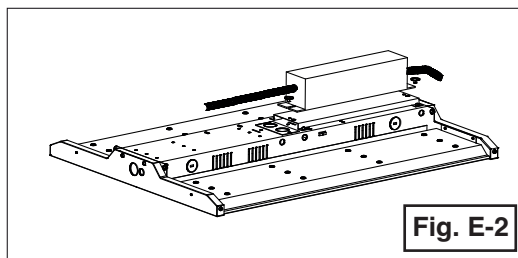

Fig. E-2
2. Montez l'unité du pilote d'urgence à DEL sur le support de montage avec des vis supplémentaires. (**Figure E-2**)